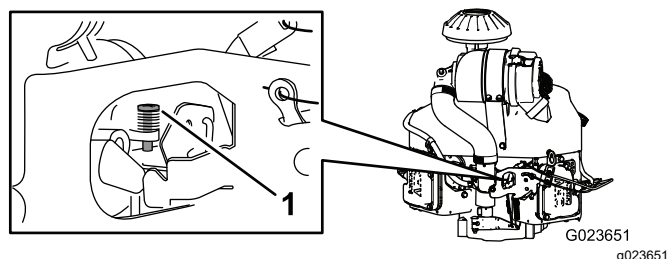

Рисунок 66
4. Отрегулируйте упорный винт на карбюраторе (Рисунок 66) так, чтобы малая частота холостого хода находилась в пределах от 1350 до 1550 об/мин.